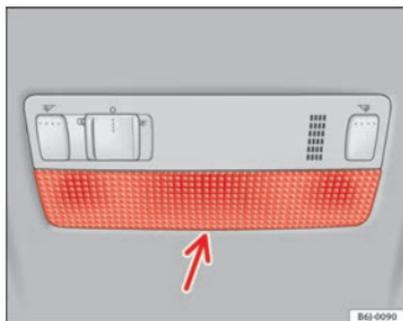

Fig. 165 Luz de lectura delantera
- Introduzca un destornillador fino por su parte plana entre la carcasa y el cristal ⇒ fig. 165.